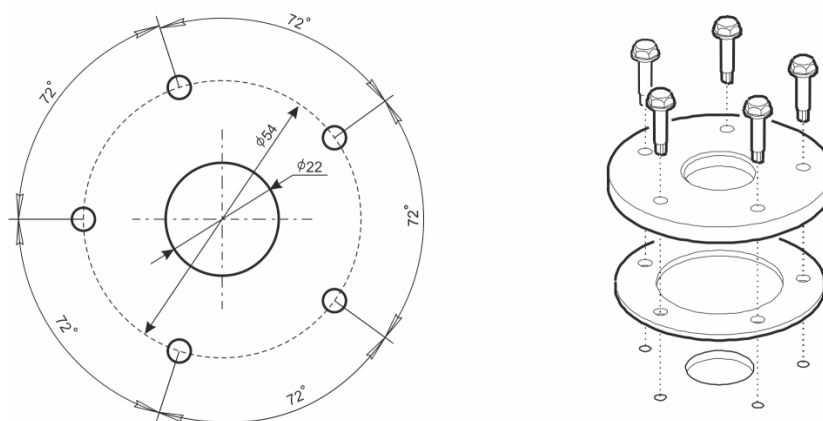

Рис. 8.2 Размеры и способ крепления фланца на топливном баке
- Просверлить в корпусе бака 5 посадочных отверстий для фланца (допускается создание отверстий с помощью самосверлящих винтов). Шаблон для сверления отверстий для установки самосверлящих винтов служит фланец ES.001, показанный на рис. 8.2. На этом же рисунке показаны справочные размеры крепления фланца.